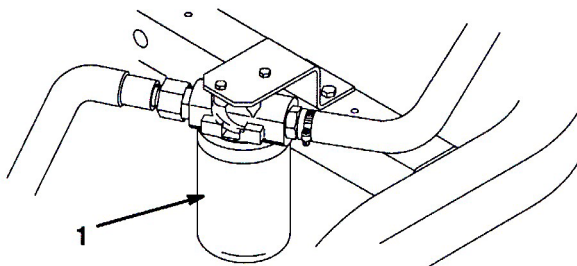

図 50
1. フィルタ取り付け部周辺 (図50) をきれいに拭く。フィルタの下に廃油受けを置いてフィルタを外す。